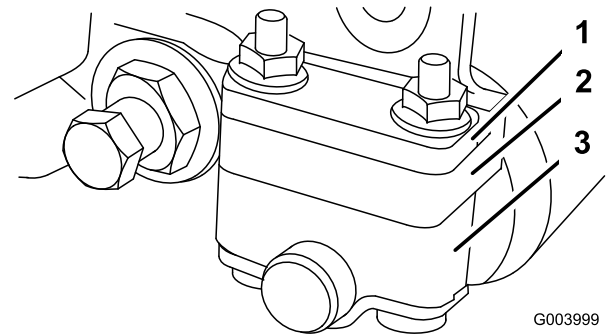
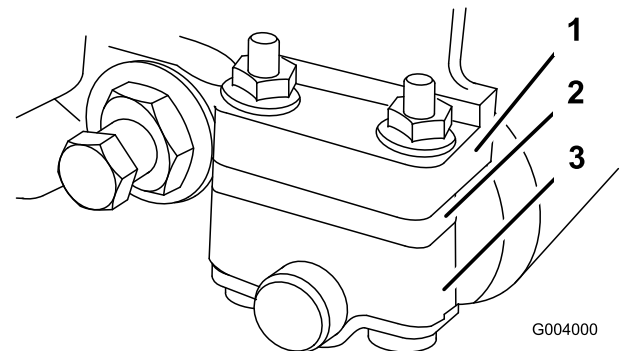

図 48
図 49
- ・ 刈高範囲が 3~25.4 mm の場合は、スペーサを、取り付けフランジの下にセットする (図 49)。
1. 使用する刈高範囲に合わせて後ローラ・ブラケットの取り付け位置を上位置または下位置に変更する (図 48 and 図 49)。